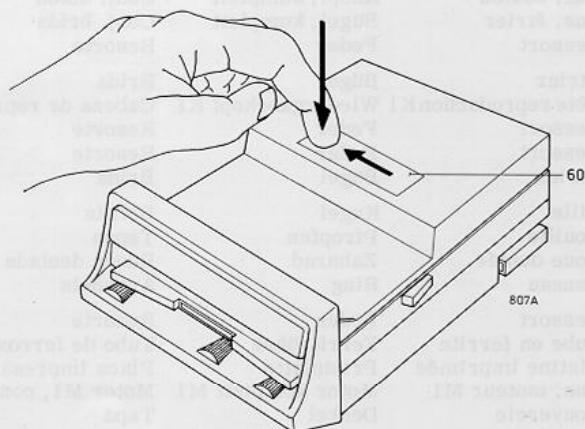

Fig. 2
- . Oter le capuchon recouvrant la tête de reproduction (voir fig. 2).
- . Entferne die Kappe über dem Kopf (siehe Abb. 2).
- . Retire la caperuza encimade la cabeza (vea la fig. 2).
- . Remove lid 60 (see Fig. 2).
- . Enlever le couvercle 60 (voir fig. 2).
- . Luikje 60 wegnemen (zie Fig. 2).
- . Entferne Deckel 60 (siehe Abb. 2).